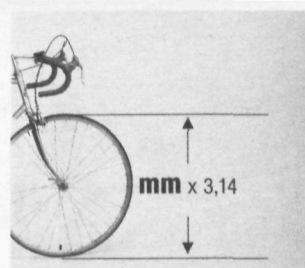

Fig. 12
De wielomtrek moet gemeten en ingegeven worden (fig. 12).
- Il faut mesurer la circonférence de la roue et la mémoriser comme donnée (cf. figure 12).
Si deve misurare la grandezza delle ruote, le cui dimensioni sono da immettere nel computer (ved. fig. 12).